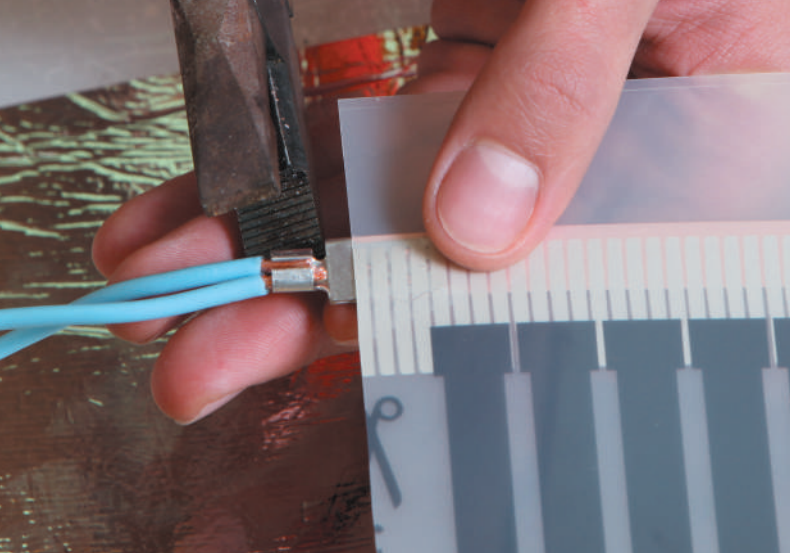

Рис. 16. Надежно зажмите провода в контактном зажиме
15. Вложите оголенный провод (или два провода, где это необходимо) в контактный зажим и с усилием зажмите его (их) с помощью пассатижей (рис. 16). Убедитесь, что провод надежно закреплен в контактном зажиме.